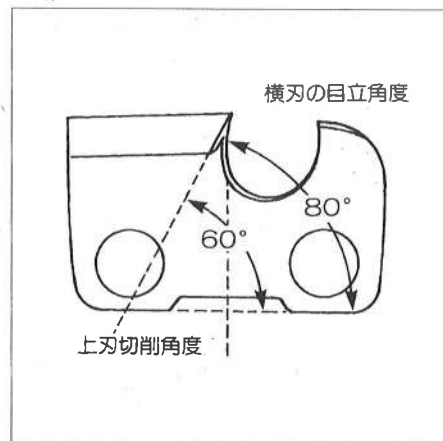

図18
- 丸ヤスリの水平を保って、押すときだけヤスリをかけ、手前に引くときは刃部にヤスリを当てないようにして、上刃および横刃の目立てをしてください。(図18、20参照)